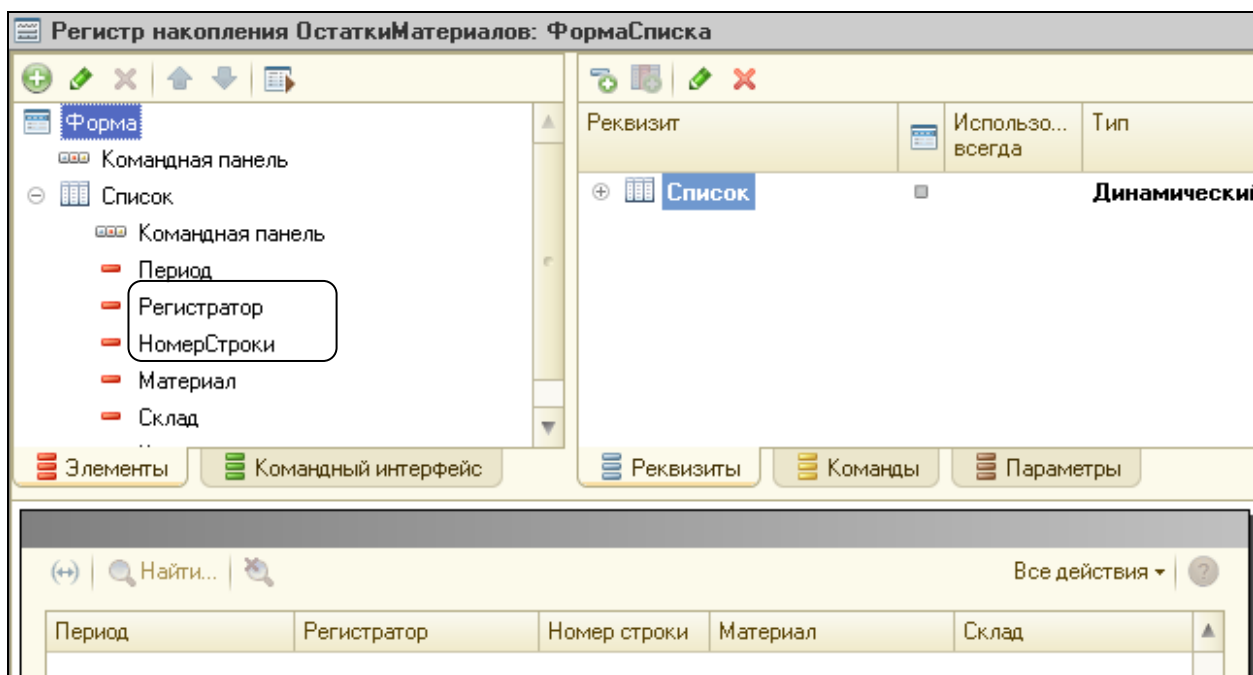

Рисунок 10.15 Существующая форма списка
1. Открыть форму списка регистра. В этой форме присутствуют лишние реквизиты, например, регистратор и номер строки (рис. 10.15).